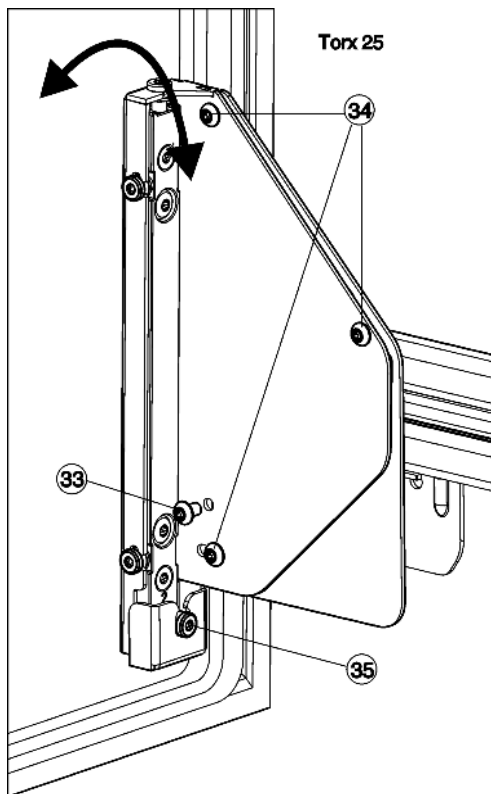

Fig. 22
- ▶ Svitare completamente la vite Fig. 22 (33).
- ▷ Eliminare la vite Fig. 22 (33), non è più richiesta.
- ▶ Allentare solamente le viti Fig. 22 (34) di 1 - 2 giri.
- ▶ Girare la vite di regolazione Fig. 22 (35). In senso orario: la porta in alto si inclina in direzione opposta al corpo dell'apparecchio. In senso antiorario: la porta in alto si inclina verso l'apparecchio e in basso in direzione opposta all'apparecchio.
- ▶ Al termine della regolazione dell'inclinazione serrare di nuovo fermamente tutte le viti Fig. 22 (34).